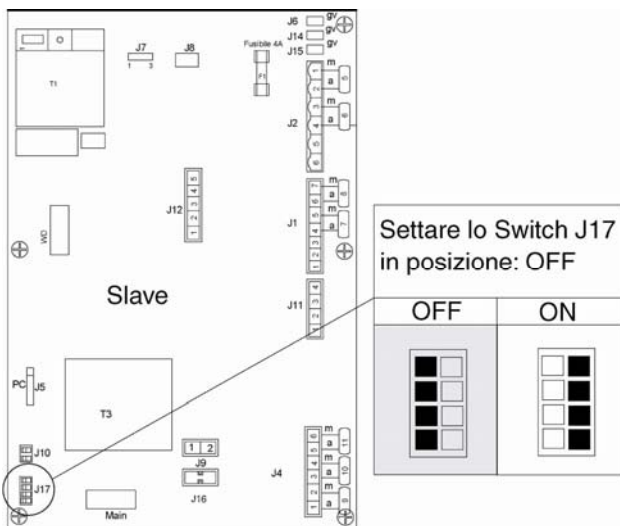

Figura 18: scheda "slave" connettore J17
- b) Settare tutti e quattro gli interruttori J17 presenti su ogni Slave del gruppo termico nella posizione Off (Figura 18)